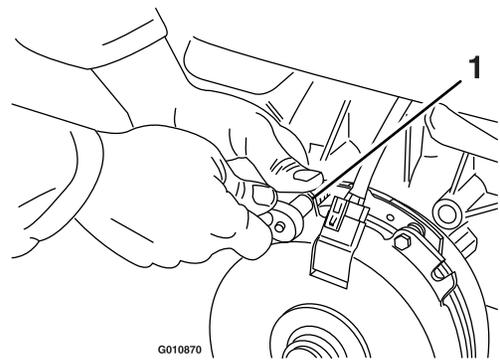

Bild 72
- A. Lösen Sie die beiden Befestigungsschrauben der Bremse um eine halbe bis ganze Umdrehung, wie in Bild 72 abgebildet.